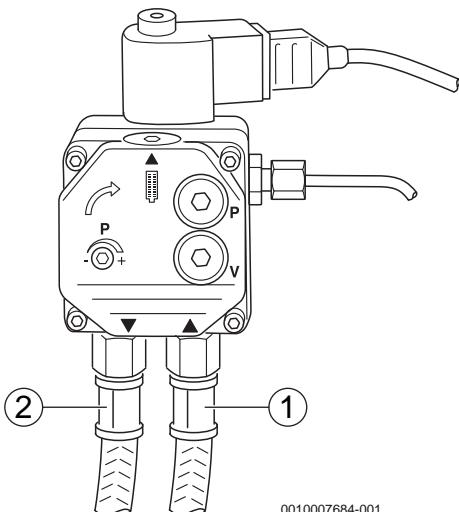

Рис. 17 Топливный насос – Danfoss
- Следите за тем, чтобы не перепутать подключение всасывающего и возвратного топливопроводов (→ рис. 17 и 18).